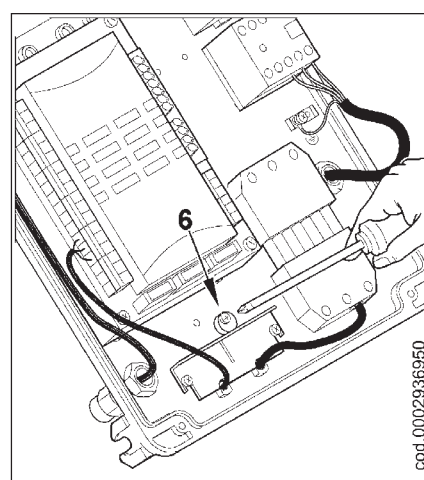

Рис. 3
- 3) Снова положить плиту для крепления кабелей (рис. 3). Повернуть эксцентрик (6) так, чтобы плита оказала подходящее давление над кабелями, затем закрепить винты, с которыми плита подкреплена. В завершение, соединить 7-штырьковый разъем и кабели управления модуляции.